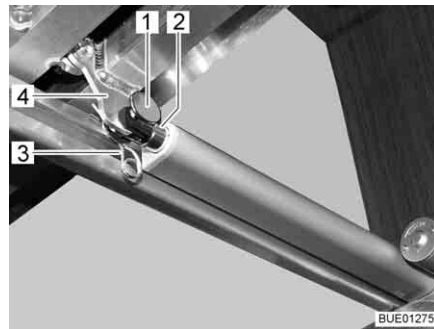

Fig. 138 Accionamiento
- Separar la unión (p. ej. perno y pasador elástico (Fig. 138,1 y 3)) entre la biela (Fig. 138,2) y el somier (Fig. 138,4).